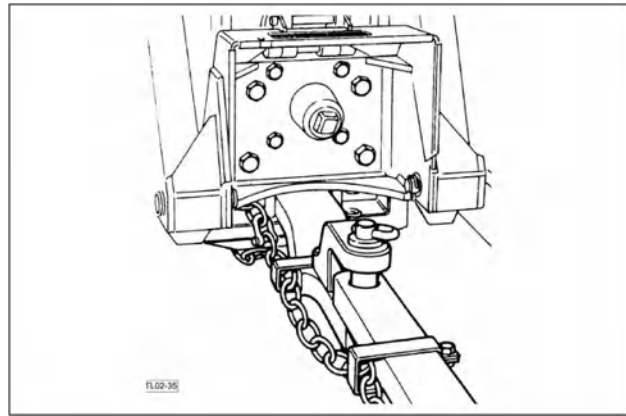

Рис. 2-43
- Только страны Северной Америки. Страховочная цепь позволит удержать прицепное оборудование, если оно случайно отсоединится от тягового бруса при транспортировке. Используя соответствующие переходные детали, присоедините цепь к опоре тягового бруса трактора или к другому предусмотренному месту крепления. Предусмотрите достаточное провисание цепи для выполнения поворотов. Обратитесь к своему дилеру для приобретения цепи с грузоподъемностью, равной или превышающей полную массу буксируемой машины (рис. 2-43).